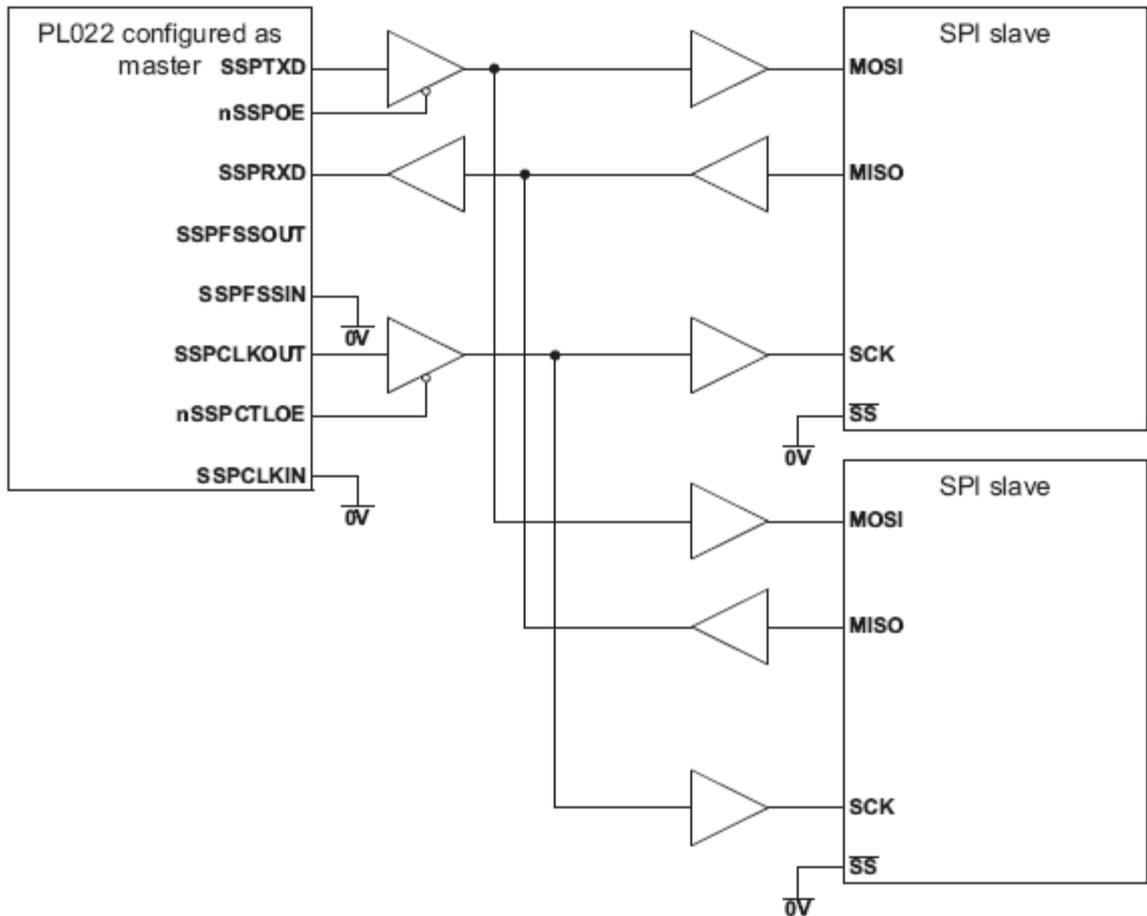

Рисунок 115 – Ведущее устройство SSP подключено к двум ведомым, поддерживающим SPI
Рисунок 115 показывает подключение модуля SSP, сконфигурированного как ведущее устройство, к двум ведомым устройствам, поддерживающим протокол SPI фирмы Motorola. Внешние устройства сконфигурированы как ведомые, путем установки в низкий логический уровень сигнала выбора ведомого устройства Slave Select (SS). Как и в предыдущем примере, ведущее устройство способно передавать данные в адрес ведомых по кругу по линии SSP_TXD. Ответная передача данных на входную линию SSP_RXD ведущего устройства, одновременно осуществляется только одним из ведомых по соответствующей линии MISO.